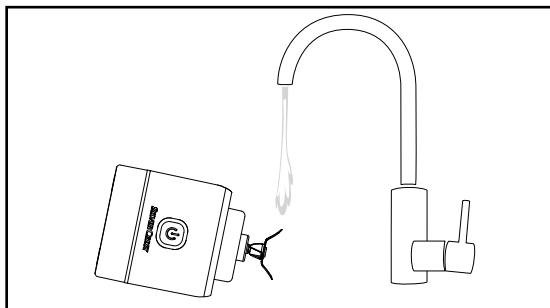

Fig. 2
■ Enjuague exclusivamente la cuchilla **5** con mucho cuidado bajo el agua corriente; en caso necesario, utilice también un cepillo de limpieza. Para ello, asegúrese de que no caiga agua en el bloque motor **9** y no sumerja nunca el aparato en agua! Inclíne el aparato de forma que el chorro de agua solo caiga sobre la cuchilla **5** (consulte la fig. 2). Si realiza la limpieza justo después de usar el aparato, le será más fácil eliminar los restos.